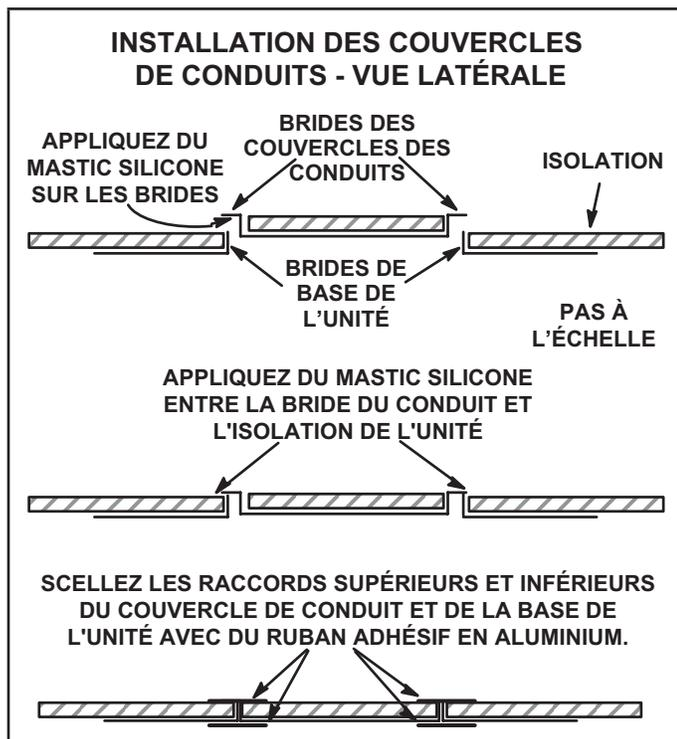

FIGURE 4
- 1 - Retirez les couvercles des ouvertures horizontales et placez un cordon de mastic silicone sur la face inférieure des brides des couvercles de conduits. Reportez-vous à la FIGURE 4.
- 4 - Scellez les joints supérieurs et inférieurs du conduit et de la base de l'unité avec du ruban adhésif en aluminium. Reportez-vous à la FIGURE 4.